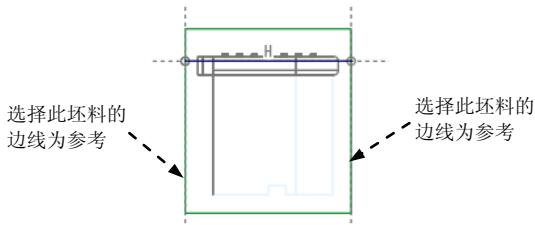

图 9.15 截面草图
① 选取图 9.15 所示的坯料的边线和 DTM2 为参考。
② 单击工具栏中的“基准显示过滤器”按钮 ，在系统弹出的菜单中取消选中
③ 绘制图 9.15 所示的截面草图（截面草图为一条线段）；完成截面的绘制后，单击“草绘”操控板中的“确定”按钮 。